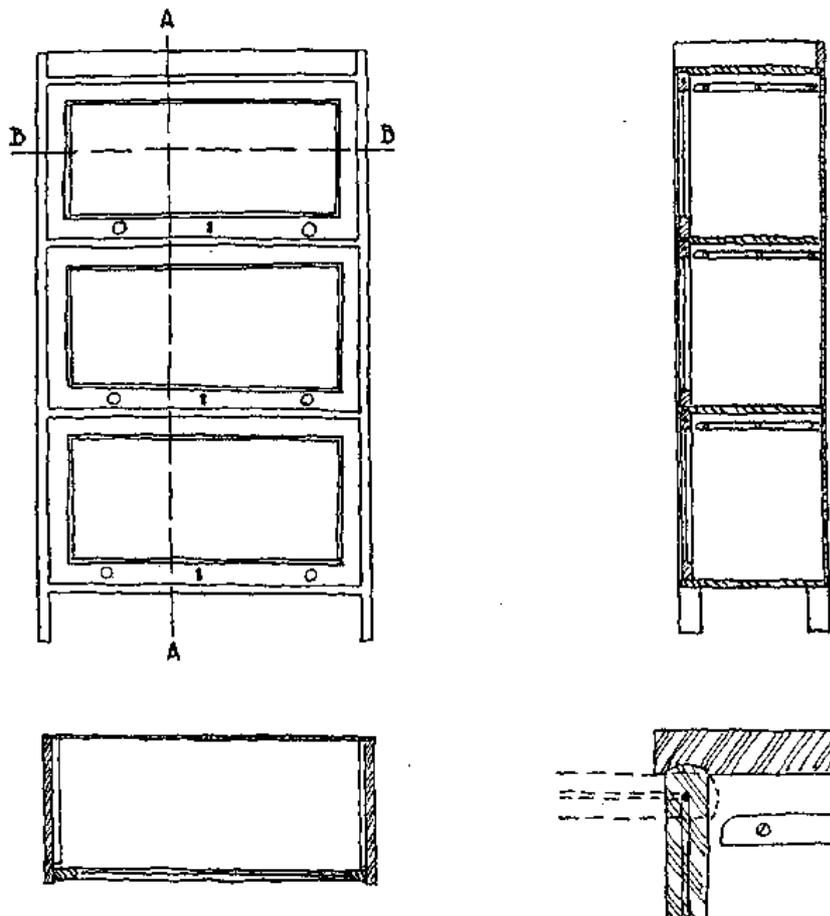

Fig. 197
b) *Cortes*. — Os cortes servem para mostrar a construção interna do móvel. O corte pode ser transversal, perpendicular da frente, e longitudinal ou perpendicular do lado (Fig. 197).
c) *Detalhes*. — Quando certas particularidades de construção não aparecem nos cortes, fazemos detalhes (Fig. 197).
*Projeção ortogonal* (Fig. 197). — Para se representar um objeto pelo método desta projeção, temos de desenhá-lo numa série de vistas ou imagens, de modo que, lendo-se os desenhos feitos, fiquemos com a noção exata da forma, do volume e da situação do mesmo objeto, podendo até, reunindo vista por vista desenhada, reconstituir, na nossa imaginação, o objeto tal como é na realidade.